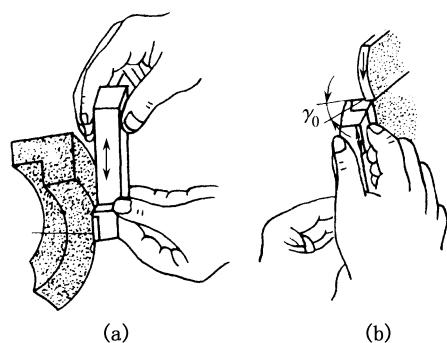

图 2-17 刃磨断屑槽的方法
(6) 磨断屑槽。手工刃磨断屑槽一般为圆弧形。刃磨前, 应先将砂轮圆柱面与端面的交点处用金刚石笔或硬砂条修成相应的圆弧。刃磨时, 刀尖可以向下或向上磨。如图 2-17 所示, 但选择刃磨断屑槽部位时, 应考虑留出刀头倒棱的宽度, 刀磨的起点位置应该与刀尖、主切削刃离开一定距离, 防止主切削刃和刀尖被磨塌。